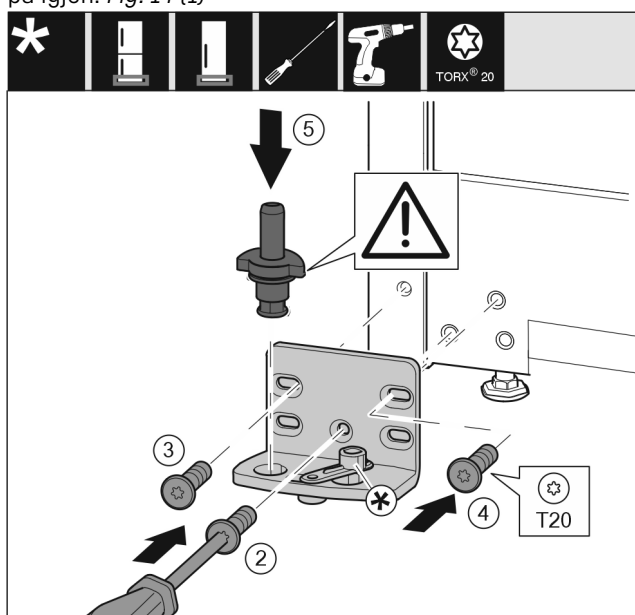

Fig. 15
- Monter lagerbukken på den andre siden, og skru den på med en skrutrekker T20. Begynn med skrue 2 nederst i midten. Fig. 15 (2)
- Skru fast skrue 3 og 4. Fig. 15 (3,4)
- Sett lagerbolten fullstendig på. Pass samtidig på at låsebolten peker bakover. Fig. 15 (5)